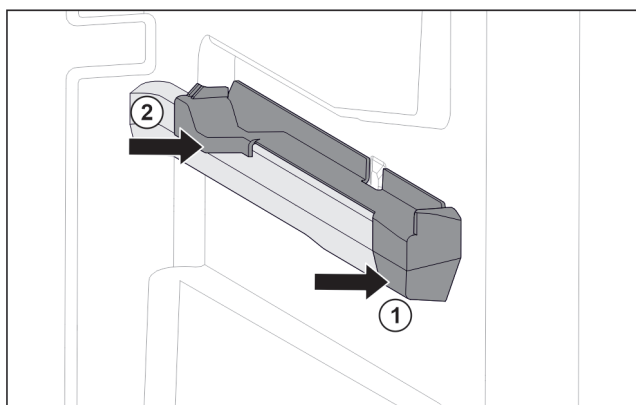

Fig. 125 Element nasadzany na prawym żebrze pojemnika
- ▶ Umieścić element nasadzany z przodu na żebrze pojemnika. Fig. 125 (1)
- ▶ Docisnąć element nasadzany z tyłu. Fig. 125 (2)